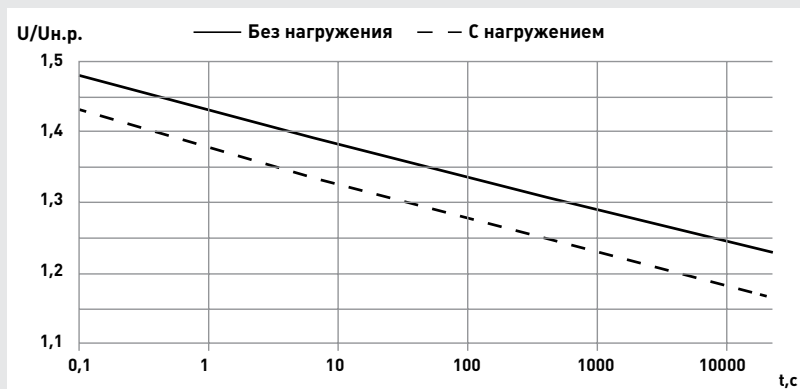

Рис. 1. Характеристика «напряжение – время» ОПН-РВ.
2.2. Характеристика «напряжение – время» ОПН-РВ представлена на **рис.1.**